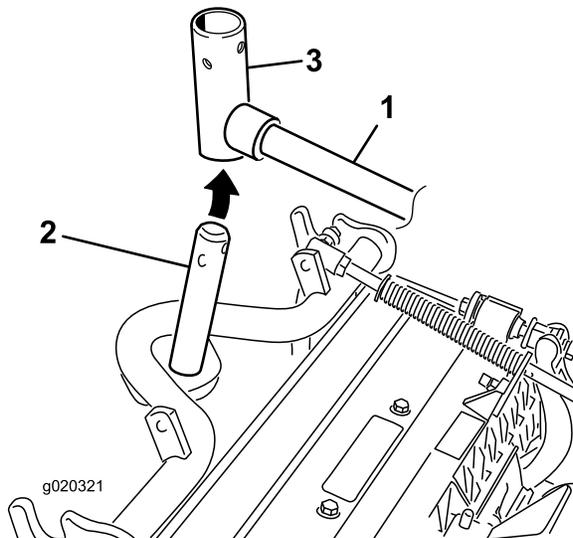

图 10
3. 对于前滚刀组在将承载架轴向上插入提升臂轴轭的同时把滚刀组滑到提升臂下方 (图 10)。
2. 将提升臂轴插入承载架轴的上方 (图 10)。